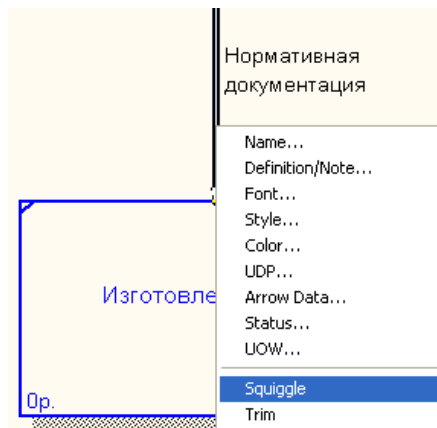

Рис. 1.19. Контекстно-зависимое меню
3. Можно также использовать команду контекстно-зависимого меню **Squiggle** (рис. 1.19.).